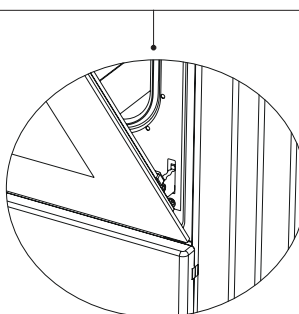

Figure 15.1
3. Fermez ensuite la porte du four de manière à ce qu'elle repose sur le loquet de la charnière, comme le montre la Figure 15.1.